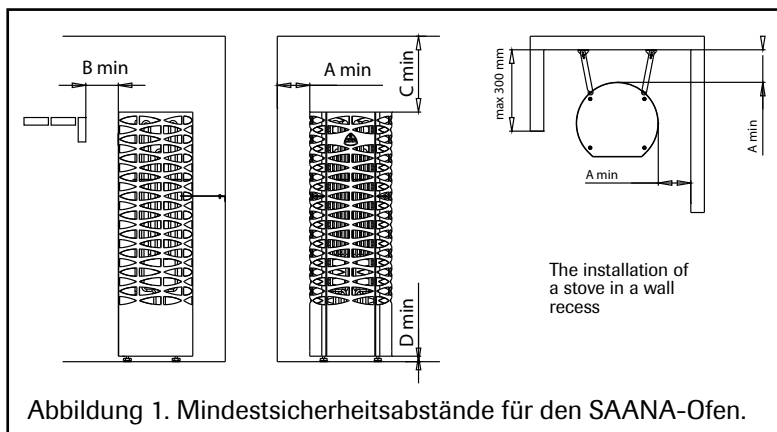

Abbildung 1. Mindestsicherheitsabstände für den SAANA-Ofen.
**) Siehe Abbildung 1
- Der Ofen kann auch in einer Wandaussparung aufgestellt werden, siehe Abbildung 1.